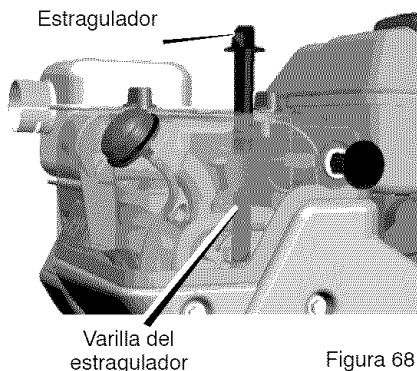
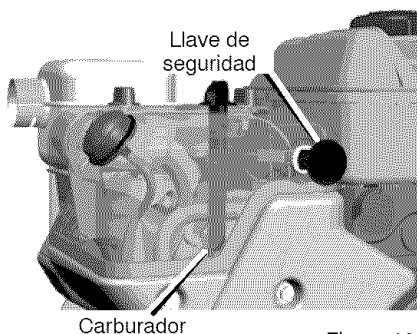

Figura 68
Figura 69
8. Conecte el estrangulador a la varilla del estrangulador en el carburador (Figura 68 y Figura 69). Asegúrese de que el estrangulador esté instalado correctamente. Si no lo está, el estrangulador no funcionará.